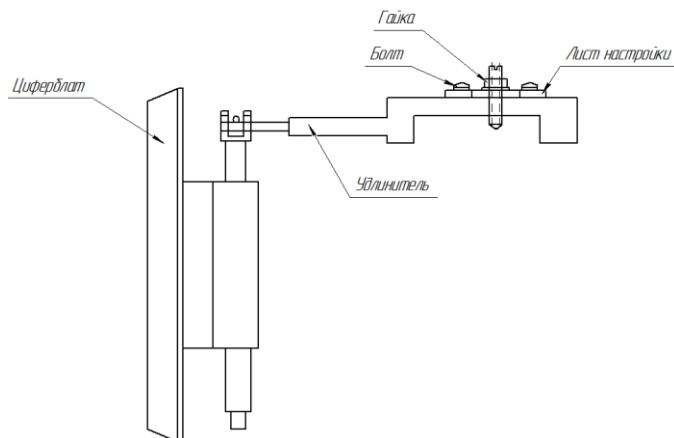

Рисунок 2.4 – Калибровка прибора
1. Снять верхнюю крышку, чтобы добраться до механизма калибровки прибора (рис. 2.4).